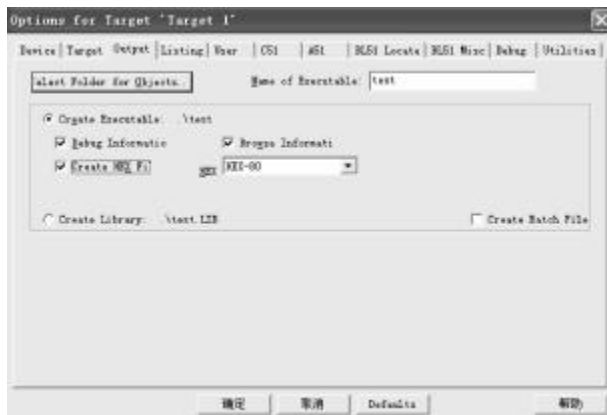

图 1-24 输出选项设置
⑨使用命令【Project】→【Options for Target ‘Target 1’】或点击按钮 , 打开设置界面, 选择【Output】标签, 选中【Create HEX Fi】选项, 设置生成文件格式为十六进制代码。(图 1-24)